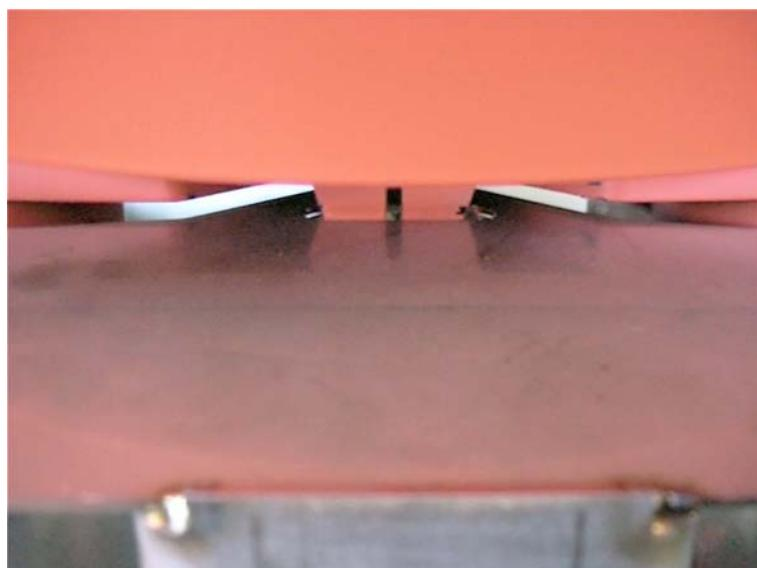

Abb.2
- Reihenstreuvorrichtung an der "Nase des Führungsbleches" einhängen (siehe Abb. 2).